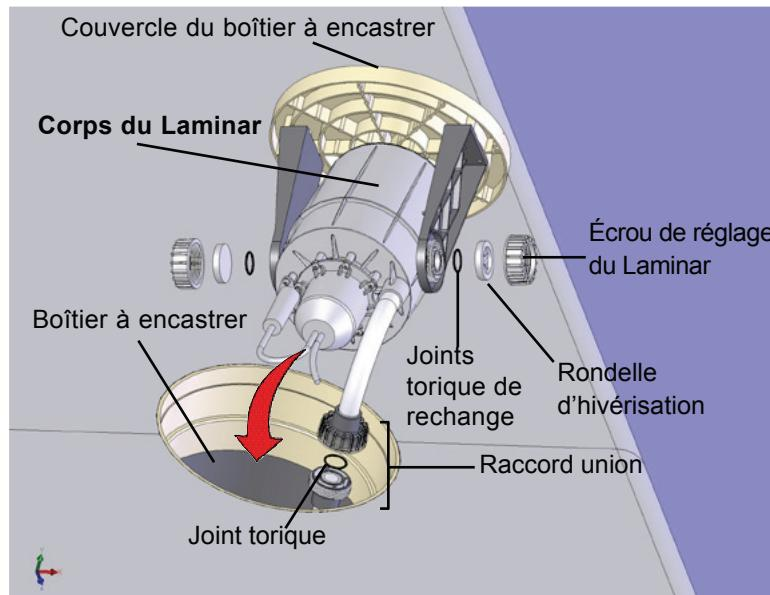

Figure 5
2. Assurez-vous du positionnement correct des joints toriques de rechange. Placez les rondelles d'hivérisation du raccord union dans les écrous de réglage du Laminar et vissez ces derniers sur le corps du Laminar (Figure 5).
3. Raccordez le Laminar au tuyau flexible d'alimentation au moyen du raccord union (Figure 5). Assurez-vous que le joint torique demeure dans sa rainure et que la surface de raccordement est débarrassée de tout(e) colle/encrassement.
5. Introduisez le couvercle du boîtier et le Laminar dans le boîtier à encastrer (Figure 5). Si les tuyaux flexibles logés à l'intérieur du boîtier à encastrer empêchent le positionnement correct du couvercle de ce dernier, il vous faudra peut-être desserrer brièvement l'écrou du raccord union pour faire subir à ces flexibles une rotation en spirale qui les écarte suffisamment du chemin.